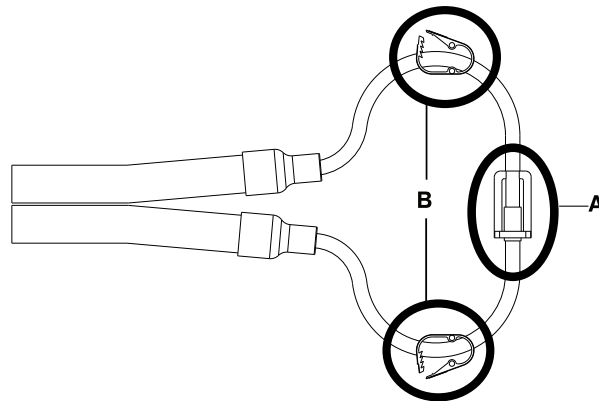

Figura 4-27: Los extremos de las mangueras Klik-Tite están cerrados y las pinzas están abiertas
- b. Si tiene mangueras **Clik-Tite**, asegúrese de que los extremos con conectores estén conectados y cerrados (A), y de que las pinzas estén abiertas (B). Lleve a cabo esto para las tres mangueras. Figura 4-27 de la página 4-45